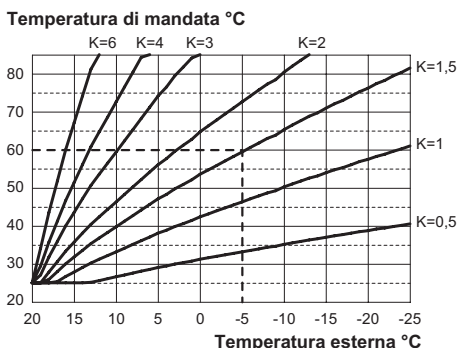

Figura 5.43
Se alla caldaia **È COLLEGATO** il comando remoto riferirsi alla Figura 5.43.
mento dell'impianto di riscaldamento per ottimizzare la temperatura di mandata (Figura 5.43).
Es. Per avere una temperatura di mandata all'impianto di riscaldamento di 60°C con una esterna di -5°C si deve settare un K di 1,5 (linea tratteggiata in Figura 5.43).
- Utilizzando i tasti 16 o 17 è possibile modificare il valore del parametro 15 da un minimo di **01** ad un massimo di **60** in base alla curva scelta del coefficiente K in Figura 5.43 (il valore letto sul display corrisponde a valori decimali di coefficienti K).